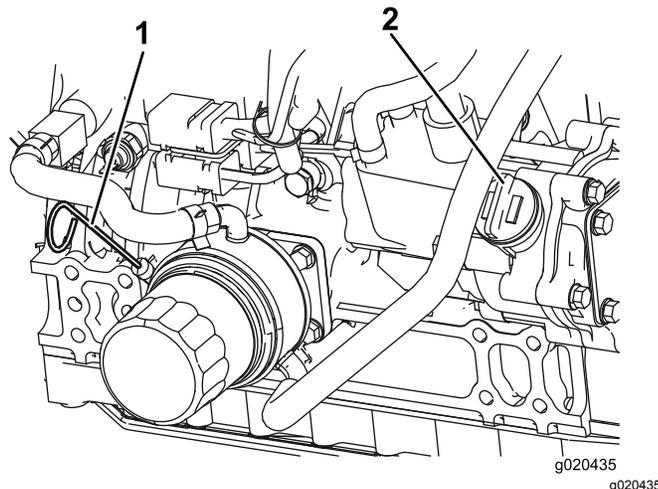

Figura 73
3. Retire la varilla, límpiela, vuelva a colocarla en el tubo y retírela de nuevo. El nivel de aceite debe llegar a la marca Lleno (Figura 73).
4. Si el nivel de aceite está por debajo de la marca Lleno, retire el tapón de llenado (Figura 73) y añada aceite hasta que el nivel llegue a la marca Lleno. **No llene demasiado.**